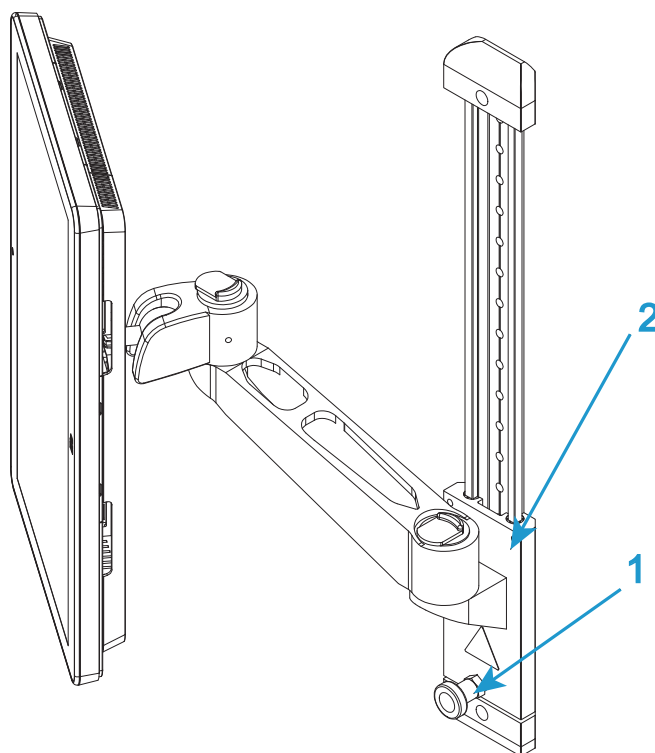

Figure 11. Réglage de la hauteur
1. Vous pouvez régler la hauteur du Tableau de bord de l'opérateur Bluehill® à la convenance de chaque opérateur. Desserrez le verrou (1 dans la Figure 11 à la page 50) et faites glisser le bras de montage (2 dans la Figure 11 à la page 50) à la hauteur souhaitée. Resserez le verrou.